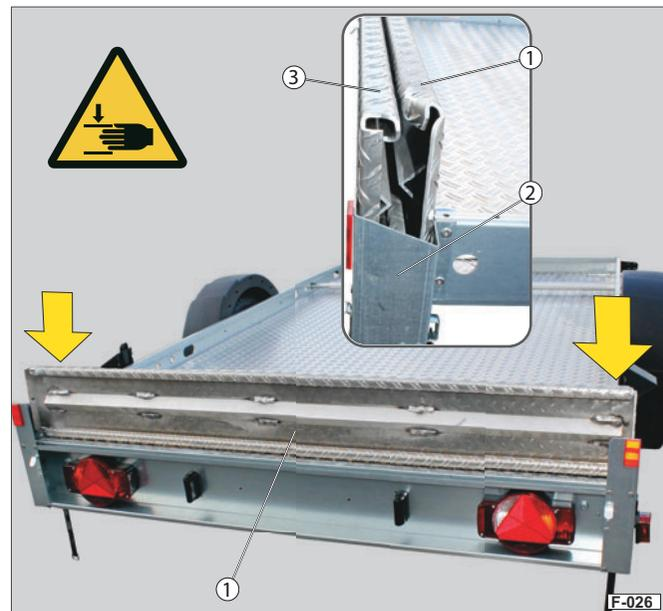

Abb. 34 Auffahrschienen verstauen
- ▶ Stecken Sie die innere Auffahrschiene (Abb. 34/1) in die Führungen (Abb. 34/2) rechts / links ein.
- ▶ Stecken Sie die äußere Auffahrschiene (Abb. 34/3) spiegelbildlich (Unterseite an Unterseite) ein.